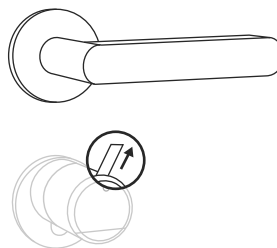

Abb. 11
- ⑧ Sofern noch nicht geschehen, entfernen Sie den Batterieschutzstreifen aus dem Batteriefach am Innenknauf (Abb. 11).